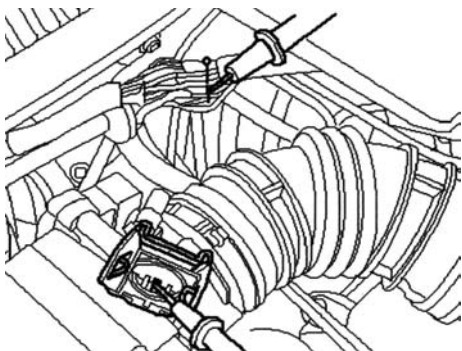

Fig. 3
- Remova o isolamento da cablagem (Em cima, no compartimento do motor, ver figura 2). Uma vez que as cores dos cabos do sensor surgem várias vezes no chicote de fios (cabo branco 2x, cabo castanho/vermelho 2x) é necessário utilizar um multímetro para identificar os cabos correctos (ver o teste de passagem Fig. 3).